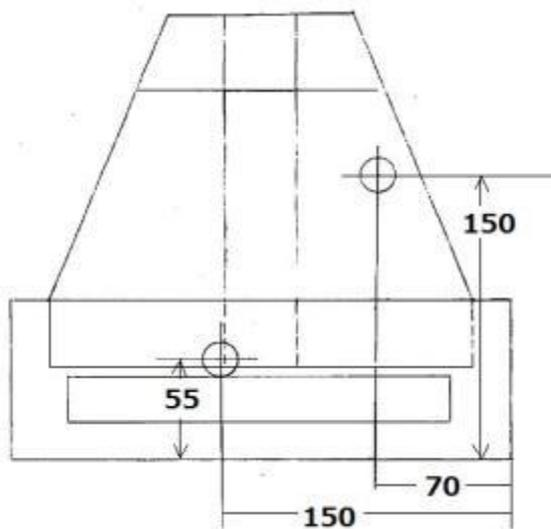

図32 ベアリング穴の工作（1）
14. で作った2つの側壁板の裏側（表面の裏側）に図32、図33のように二つの18mmφの円を書きます。